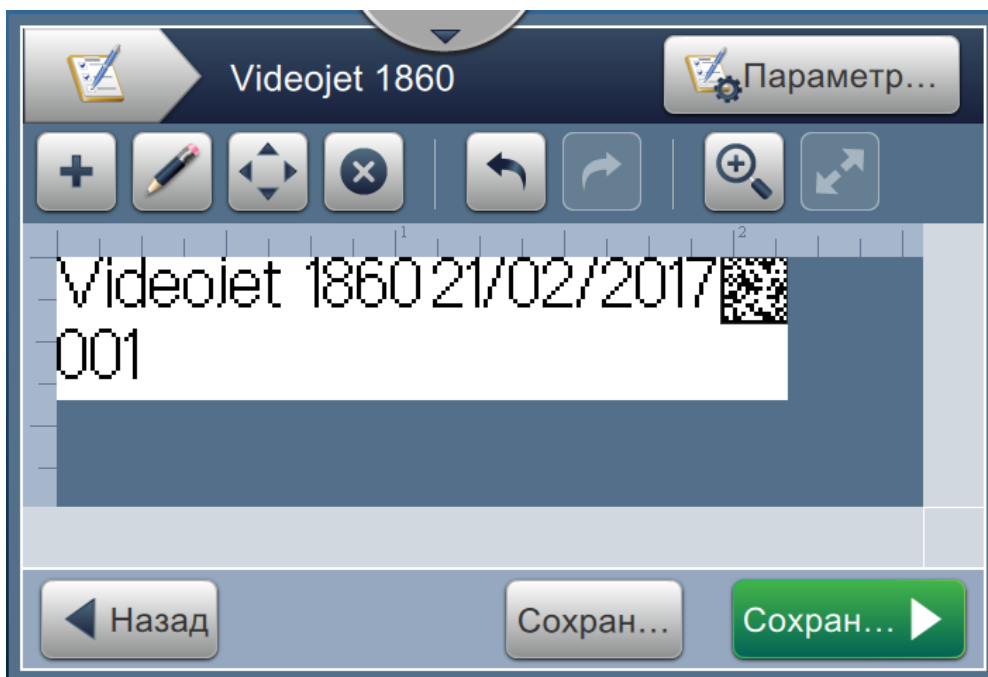

Рис. 6-13. Экран «Редактор заданий»
10. Нажмите кнопку , чтобы сохранить изменения. Откроется экран «Редактор заданий», как показано на Рис. 6-13.